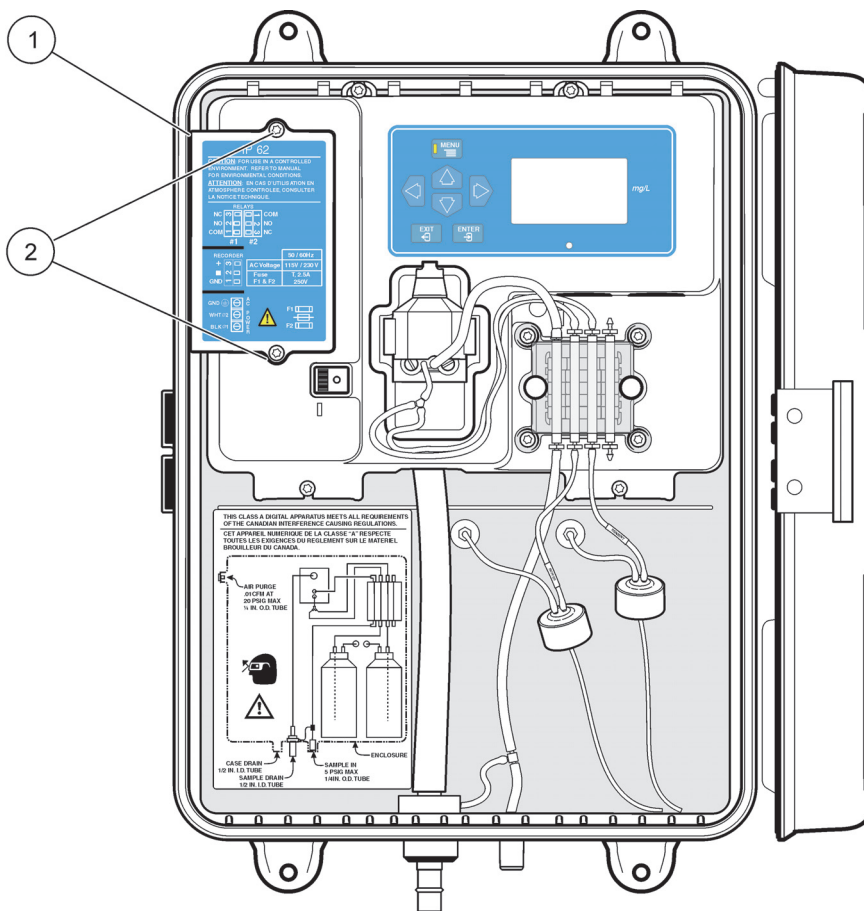
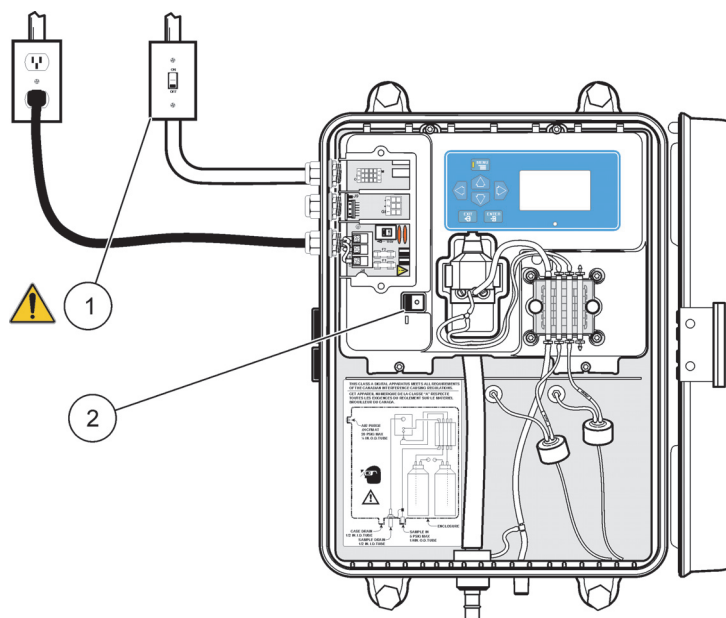

Рисунок 9 Расположение и снятие крышки для доступа пользователя
Рисунок 12 Подключение к источнику питания
Подключение питания выполняется через клеммник с левой стороны электромодуля при снятой крышке, открывающей доступа пользователю. См. Рисунок 9 и Рисунок 12.
2. Снимите крышку доступа (см. раздел Рисунок 9 в руководстве по эксплуатации).